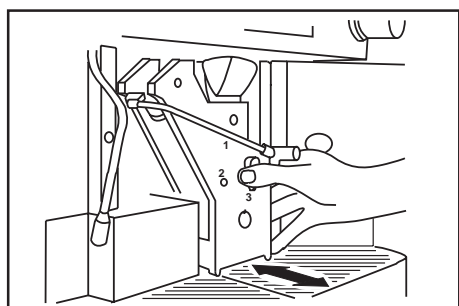

Fig. 13
- **Groupe:** ôter le distributeur, ouvrir la porte en acier et extraire le groupe en portant le levier d'enclenchement sur la position 3 (fig.13). Nettoyer le plan situé derrière avec une éponge humide. Laver le groupe en utilisant de l'eau tiède, bien l'essuyer et le réinsérer dans la machine, en tenant le levier d'enclenchement sur la position 3. S'assurer que les indices de référence de l'arbre central coincident bien (se servir éventuellement de la clé en dotation pour les aligner). Si le groupe a bien été inséré correctement, le levier d'enclenchement doit se trouver en position 2.